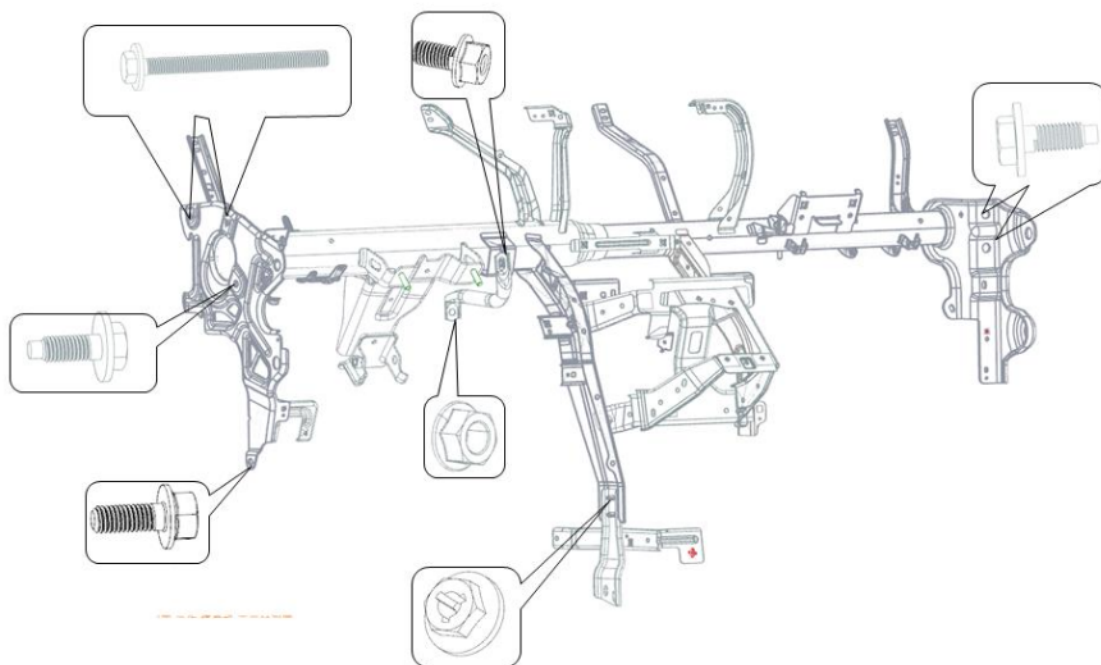

图 1-14-25 管梁焊接总成与车身的安装示意图
(3) 用套筒或电动工具拆除管梁焊接总成与车身的安装点 (图 1-14-25):